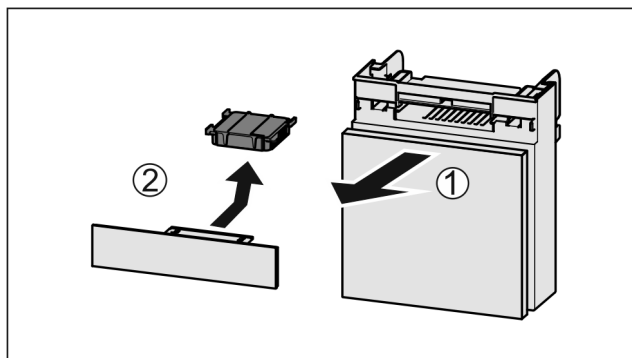

Fig. 114
- ▶ Extraire le compartiment par l'avant Fig. 114 (1).
- ▶ Sortir le filtre à charbon actif Fig. 114 (2).